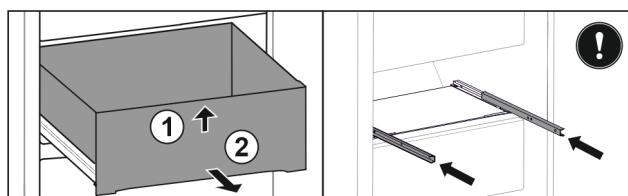

Fig. 51
- ▶ Приподнимите выдвижной ящик спереди. Fig. 51 (1)
- Извлеките выдвижной ящик движением вперед. Fig. 51 (2)